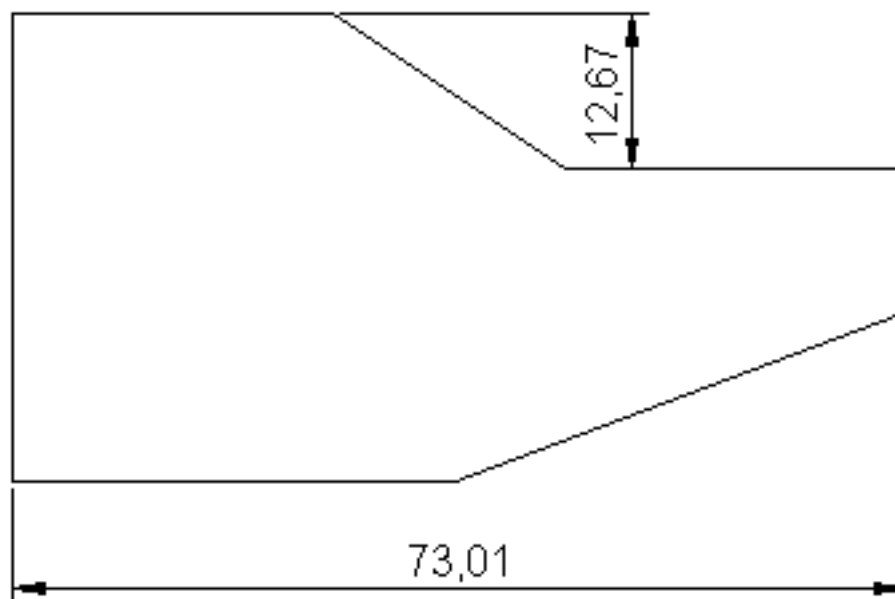

Рис. 5.6. Вертикальный размер, созданный с помощью выбора объекта
10. Разместите размерную линию так, как показано на рис. 5.6. После этого AutoCAD завершит выполнение команды DIMLINEAR.